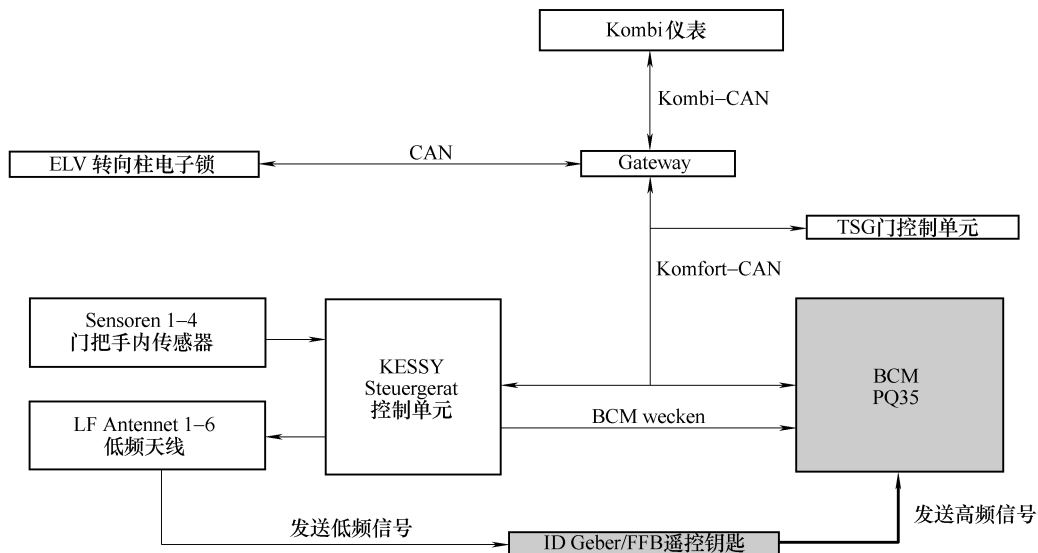

图 5-4-26 高频信号传输
④ 钥匙被低频信号激励后，发送高频信号给 BCM，如图 5-4-26 所示。